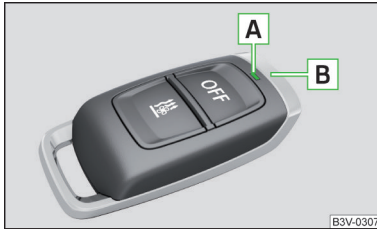

Abb. 160
**Beschreibung der Funk-Fernbedienung** » Abb. 160
Das Ein-/Ausschalten der Standheizung erfolgt durch das Drücken der Taste. Zum Ein-/Ausschalten die Funk-Fernbedienung senkrecht, mit der Antenne **B** » Abb. 160 nach oben, halten. Die Antenne nicht mit den Fingern oder der Handfläche verdecken.